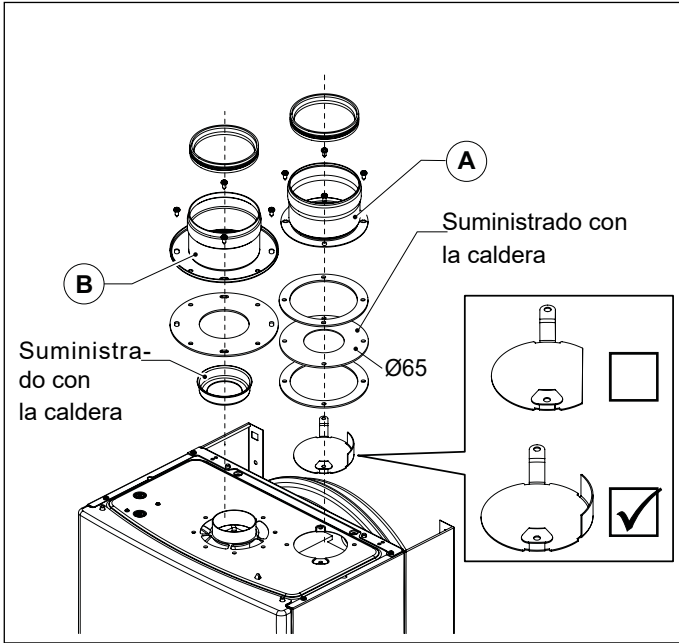

Fig. 8 OSDOPPIA13
- Instalar el deflector de aire específico (ver Fig. 8 OSDOPPIA13).